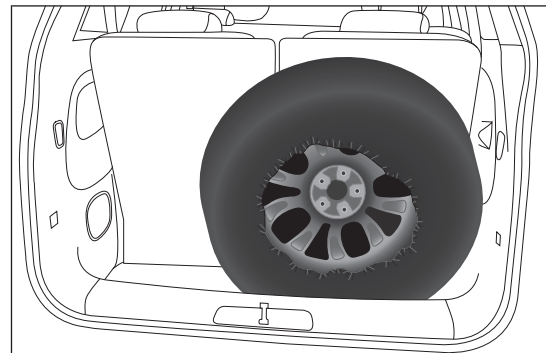

fig. 41
- ☐ Con asientos traseros de la tercera fila no abatidos: retirar la cortina cubremaletero (que se coloca delante de los asientos traseros de la segunda fila) y colocar la rueda pinchada en el maletero, de la manera indicada en fig. 41 (cubo de rueda hacia el interior del habitáculo para evitar que la rueda pueda caerse en fase de cierre del portón del maletero).